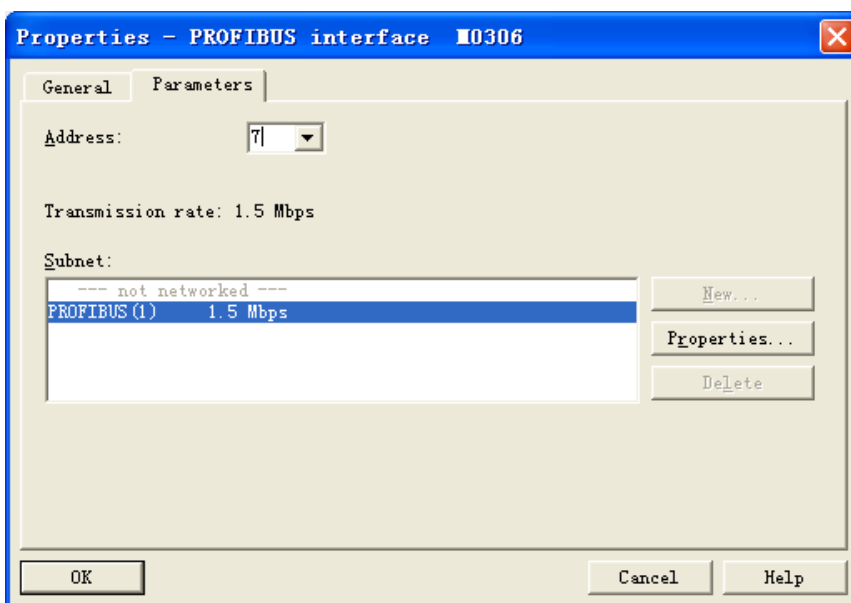

图 4.40 从站模块地址设置
- 1) 单击左上角 PROFIBUS 上的虚线使其变成实线，拖拽 M0306  到 DP 总线上，会自动弹出属性窗口。按需要配置从站模块地址，本实例设置地址为 7，如下图 4.40 所示：